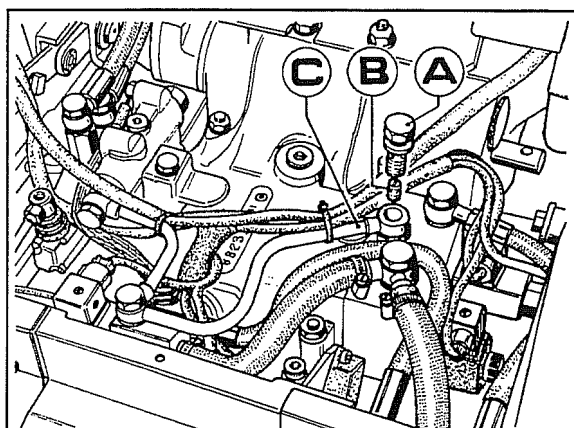

Fig. 26
É possível evitar este inconveniente, depois de se ter retirado o assento, limitando a capacidade do óleo no grupo das electroválvulas mediante o emprego de um parafuso especial furado **A** fig.26, dotado de um outro parafuso de cabeça côncava **B** com furo passante de 2mm.
**Nota** - As máquinas que podem precisar do referido parafuso, sono todas aquelas dotadas de duas electroválvulas comando subida e ligadas entre si pelo tubo **C** como ilustrado na fig. 26.